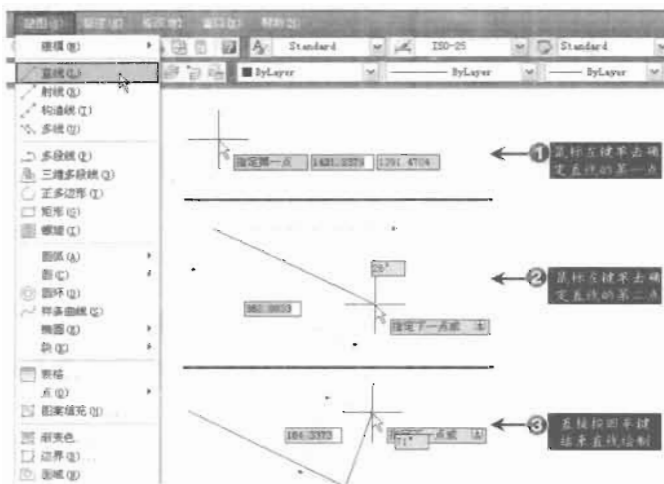
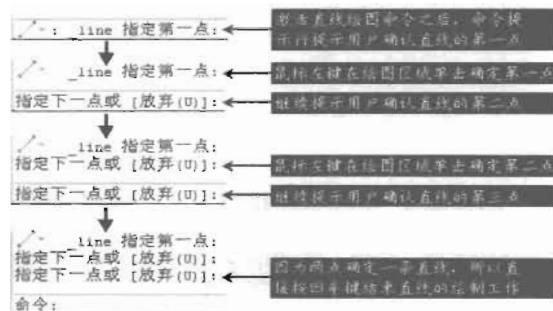

图 1-20
图 1-21
(1) 鼠标左键单击“绘图”菜单,然后在弹出的下拉菜单中单击“直线”命令,如图 1-20 (左) 所示。
(2) 将十字光标置于空白的绘图区域,此时系统提示用户指定直线的第一点,如图 1-20 所示的步骤 1,单击鼠标左键即可确认直线的起点。
(3) 鼠标左键单击确认直线的第二点,如图 1-20 所示的步骤 2。
(4) 因为两点确定一条直线,所以不需要再指定第三点,直接按 Enter 键完成直线的绘制,如图 1-20 所示的步骤 3。
AutoCAD 最大的特点就是“根据命令提示绘图”，图 1-20 所示的操作在 AutoCAD 的命令提示行都有相对应的提示。如图 1-21 所示，根据这个图示可以看出命令提示行的每个操作提示与鼠标操作步骤是相对应的。AutoCAD 是一款精确绘图软件，因为用户可以在命令提示行输入精确的数值来控制图形，大家将会通过后面的章节完全理解 AutoCAD 的这个特性。